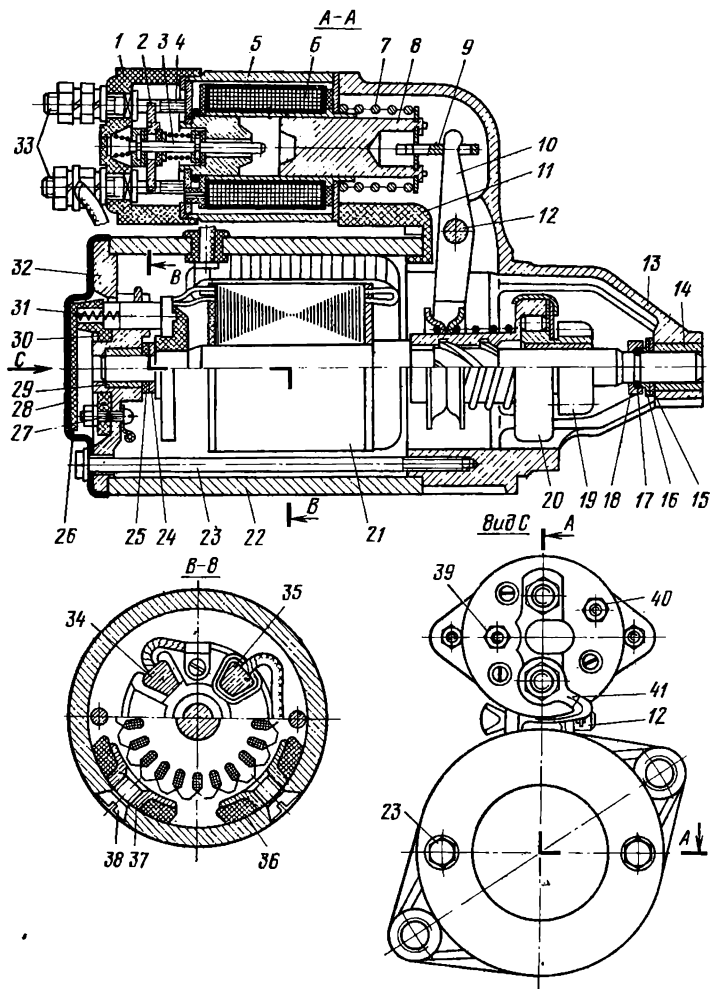

Рис. 186. Стартер СТ368:
Стартер типа СТ368 (рис. 186), предназначенный для пуска двигателя, представляет собой электродвигатель постоянного тока смешанного возбуждения. Стартер включается с помощью электромагнитного тягового реле типа РС904А, смонтированного на фланце крышки стартера. Стартер имеет 4 полюса 37, на которых расположены катушки возбуждения 36, три из которых соединены между собой последовательно, а одна — параллельно им.
**Разборка стартера.** Отвертывают гайку контактного болта 33 (см. рис. 186) крепления провода и отсоединяют провод от вывода II. Отвертывают винты крепления реле, снимают и разбирают реле в следующем порядке:
установить полюсы 37 (см. рис. 186) с обмотками возбуждения в корпус, совместив при этом метки, обозначенные при разборке; расклинить полюсы по внутреннему диаметру, смочив винты 38 в натуральной олифе, завернуть их и зачеканить по шлицам — зачеканку винтов осуществлять с упором в полюс, винт которого зачеканивается; припаять вывод катушки;